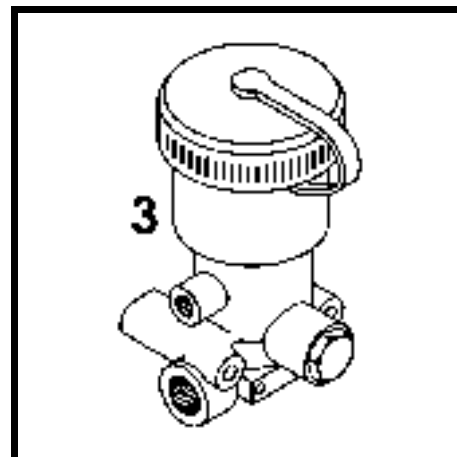

Fig. 6
THE ANTIFREEZE PUMP (Fig. 6, pos. 3)